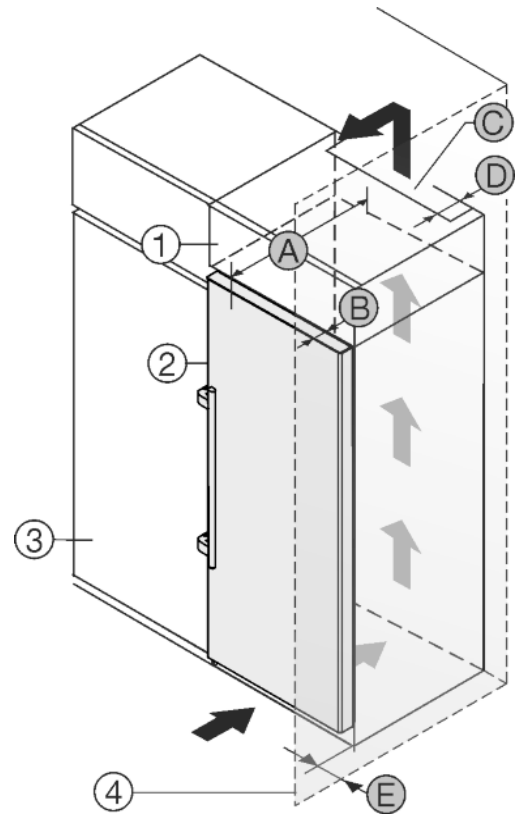

Fig. 20
Устройство может быть окружено кухонными шкафами. Чтобы уравнять устройство Fig. 20 (2) по высоте с кухонной стенкой, можно установить над устройством дополнительный шкафчик Fig. 20 (1).
Установить устройство можно непосредственно рядом с кухонным шкафом Fig. 20 (3). Чтобы можно было полностью открыть двери, устройство должно выступать на глубину Fig. 20 (B) относительно передней стенки кухонного шкафа. В зависимости от глубины кухонных шкафов и использования пристенных распорок устройство может выступать и больше.
- На задней стенке дополнительного шкафчика должен быть вентиляционный канал с глубиной Fig. 20 (D) по всей ширине этого шкафа.
- Нужно соблюдать вентиляционное отверстие *Fig. 20 (C)* под нижней панелью.
Если устройство установлено на шарнирах у стены *Fig. 20 (4)*, то нужно соблюдать расстояние *Fig. 20 (E)* между устройством и стеной. Настольно выступает ручка при открытой дверце.